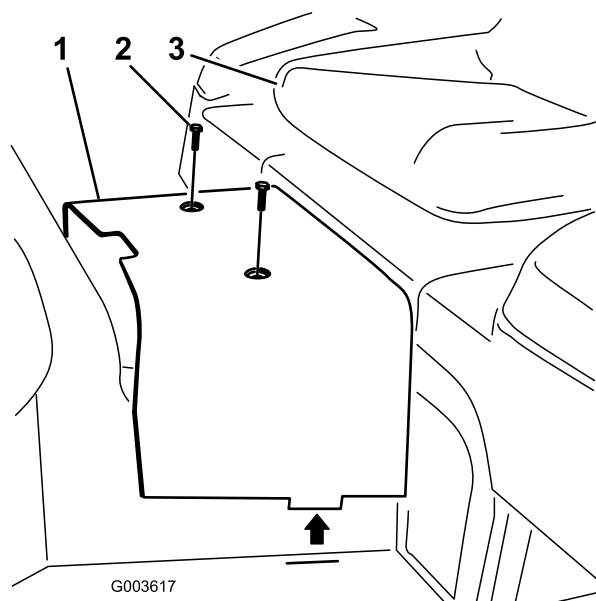

Figura 7
7. Togliete le 2 viti che fissano la copertura centrale al telaio (Figura 7). Rimuovete e conservate la copertura.